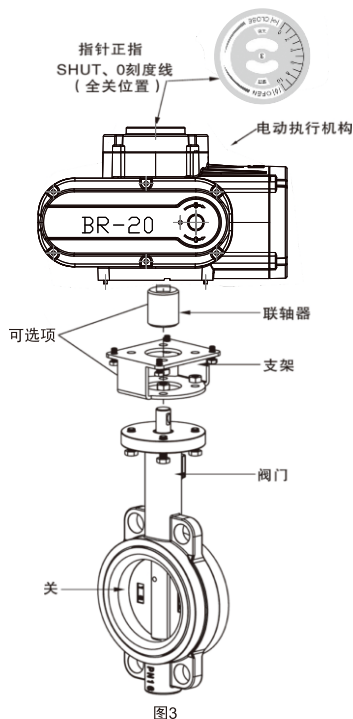

图3
- ① 支架、联轴器应由专业技术人员设计加工并应符合（图3）的标注要求；
- ② 联轴器两端轴孔的加工应保证必要的精度，尽可能消除传动间隙，以免阀门工作中出现回差；
- ③ 应严格保证联轴器两端轴孔的位置度，否则有可能超出执行机构设计的工作范围，导致因执行机构行程无法调整而使阀门不能正常工作。